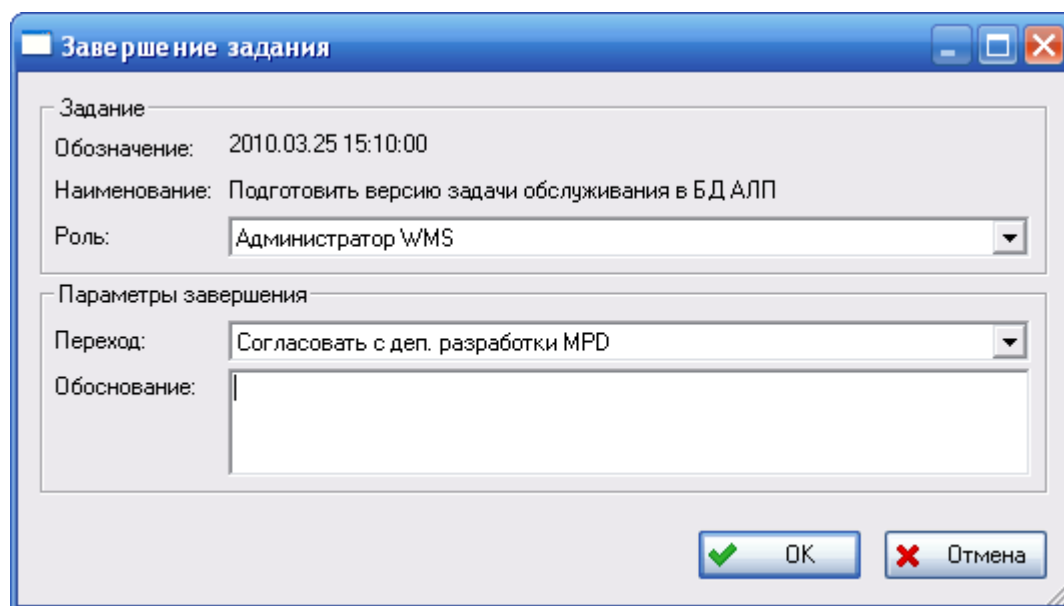

Рис. 5-7
- Если в качестве исполнителя задания вы указали себя, то при нажатии на кнопку **ОК** в окне **Свойства задания** появится окно **Завершение задания**, в котором вам предлагается завершить выполнение задания (рис. 5-7).